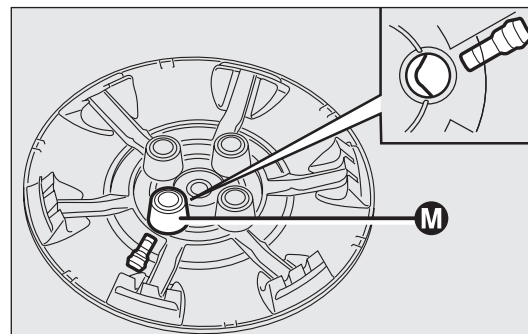

fig. 129
- monter l'enjoliveur en faisant coïncider le symbole  avec la valve de gonflage et le boulon précédemment fixé avec le trou M - fig. 129 (pour les versions avec moteur Multijet) ou bien fixer l'enjoliveur en exerçant une pression sur celui-ci jusqu'à ce qu'il soit correctement fixé sur la jante ;